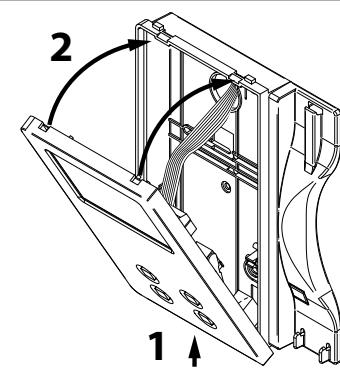

Fig. 6
- Una volta testato l'impianto ed effettuate le necessarie regolazioni, scollegare la cornetta dal coperchio e procedere alla chiusura del videocitofono come mostrato in **Fig. 6**: agganciarlo prima nella parte inferiore quindi nella parte superiore fino allo scatto dell'incastro.